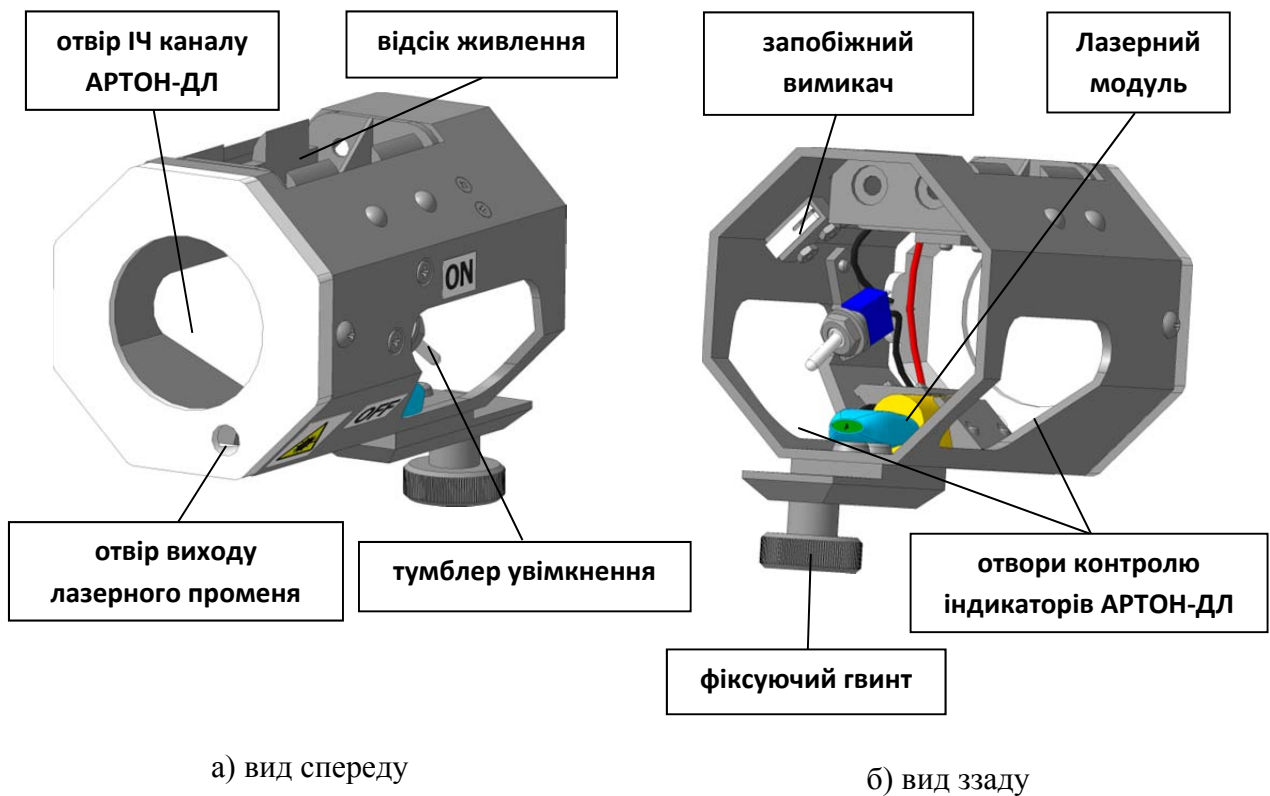

Рис.1. Зовнішній вигляд вказівника «Промінь-1»
4.1 Вказівник (див. рис.1) складається з:
4.4 З метою запобігання самовільного увімкнення вказівника, конструкцією передбачено запобіжний вимикач живлення (див. рис.1), який забезпечує увімкнення вказівника тільки після його встановлення на БВ або БП АРТОН-ДЛ.